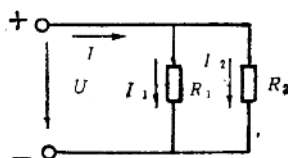

图 1-8 电阻并联
②电阻的并联连接：由两个或两个以上的电阻，一端连接在一起，另一端也连接在一起，称为电阻的并联连接，如图1-8所示。